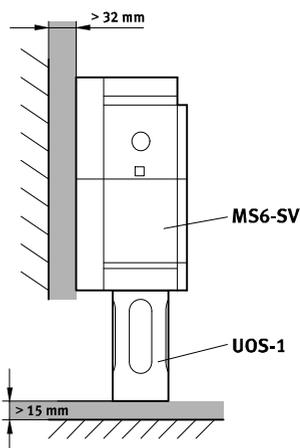

Fig. 14 Montering
- Följ minimiavståndet på 15 mm under ljuddämparen (→ Fig. 14). Mellanrummet sørjer för problemfri avluftning.